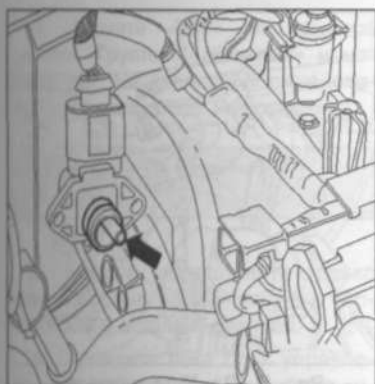

Рис. 3.38. Снимите датчик температуры входящего воздуха (разъем проводки остается присоединенным).
11. Снимите датчик температуры входящего воздуха (разъем проводки остается присоединенным) (рис. 3.38).